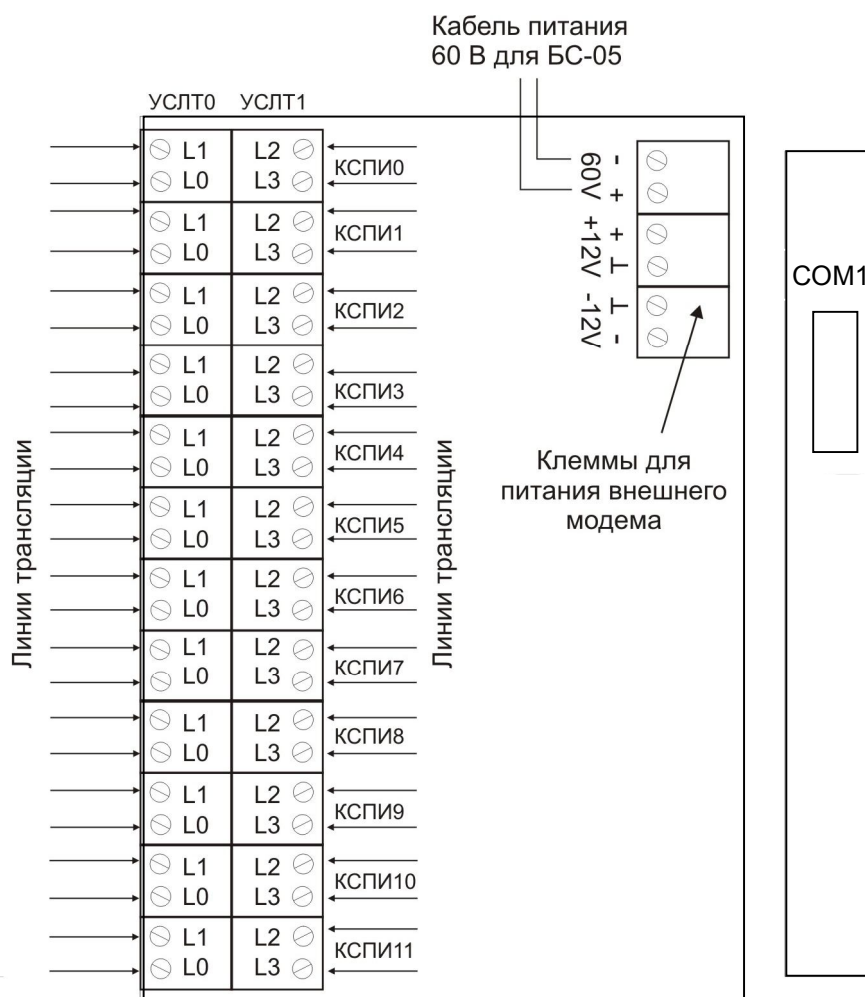

Рисунок 2.1 – Расположение присоединительных разъемов на коммуникационной плате блока сопряжения.
2.11 Для подключения линий трансляции, питания 60 В (для БС-05.01) под верхней крышкой блока сопряжения (см. рисунок 2.1) установлена коммуникационная плата с разъемами.
2) Установить КСПИ в свободный разъем на коммуникационной плате блока сопряжения. При этом КСПИ будет присвоен порядковый номер, соответствующий его физическому местоположению в блоке сопряжения. Нумерация ведется от 0 до 11, см. рис. 2.1. п.2.